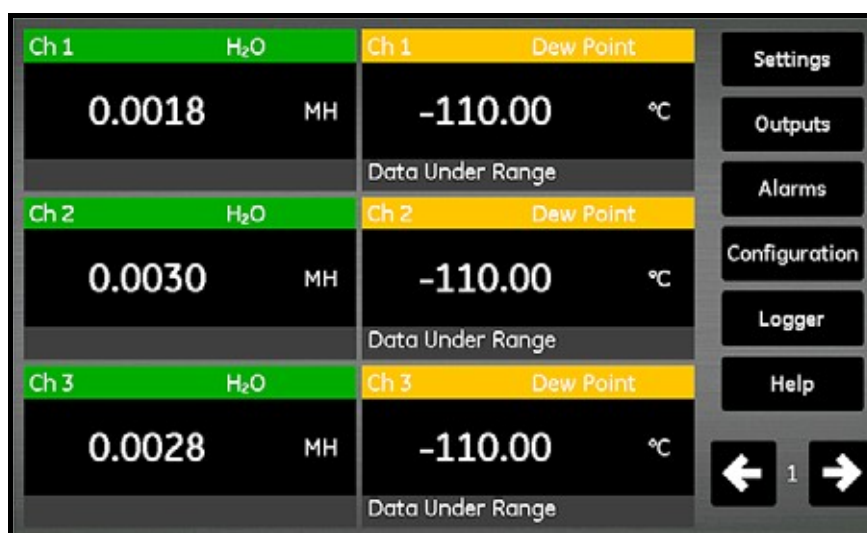

図27：測定ディスプレイ画面
3. 下図 27 に類似の測定ディスプレイ画面。
上図 27 の測定ディスプレイ画面は、以下の項目を含むタッチスクリーンです。